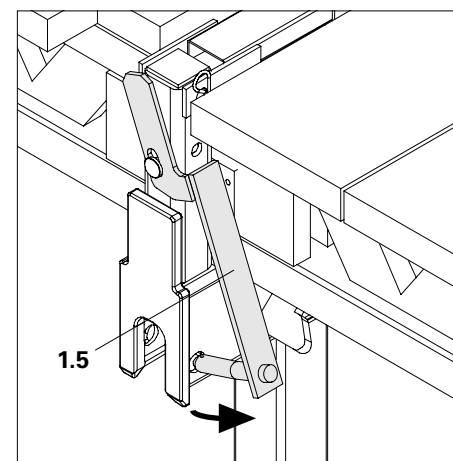

Fig. B4.02
10. Bascular el pasador de seguridad hacia el costado (1.5). (Fig. B4.02)